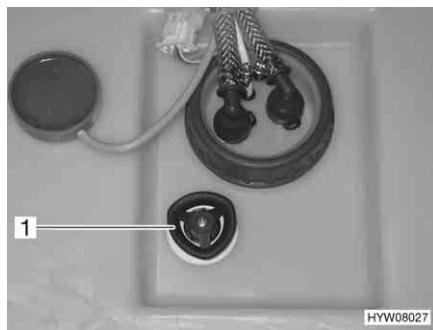

Fig. 154 Maniglia girevole (serbatoio dell'acqua)
*Chiusura:* ■ Sul serbatoio dell'acqua, ruotare la maniglia girevole (Fig. 154,1) in senso orario fino all'arresto.
*Apertura:* ■ Sul serbatoio dell'acqua, ruotare la maniglia girevole (Fig. 154,1) in senso antiorario fino all'arresto. L'acqua fuoriesce fino a ca. 20 litri.
- Sul serbatoio dell'acqua ruotare la maniglia girevole (Fig. 154,1) in senso antiorario, oltre la resistenza verso l'esterno fino all'arresto, per aprire completamente l'apertura di scarico.